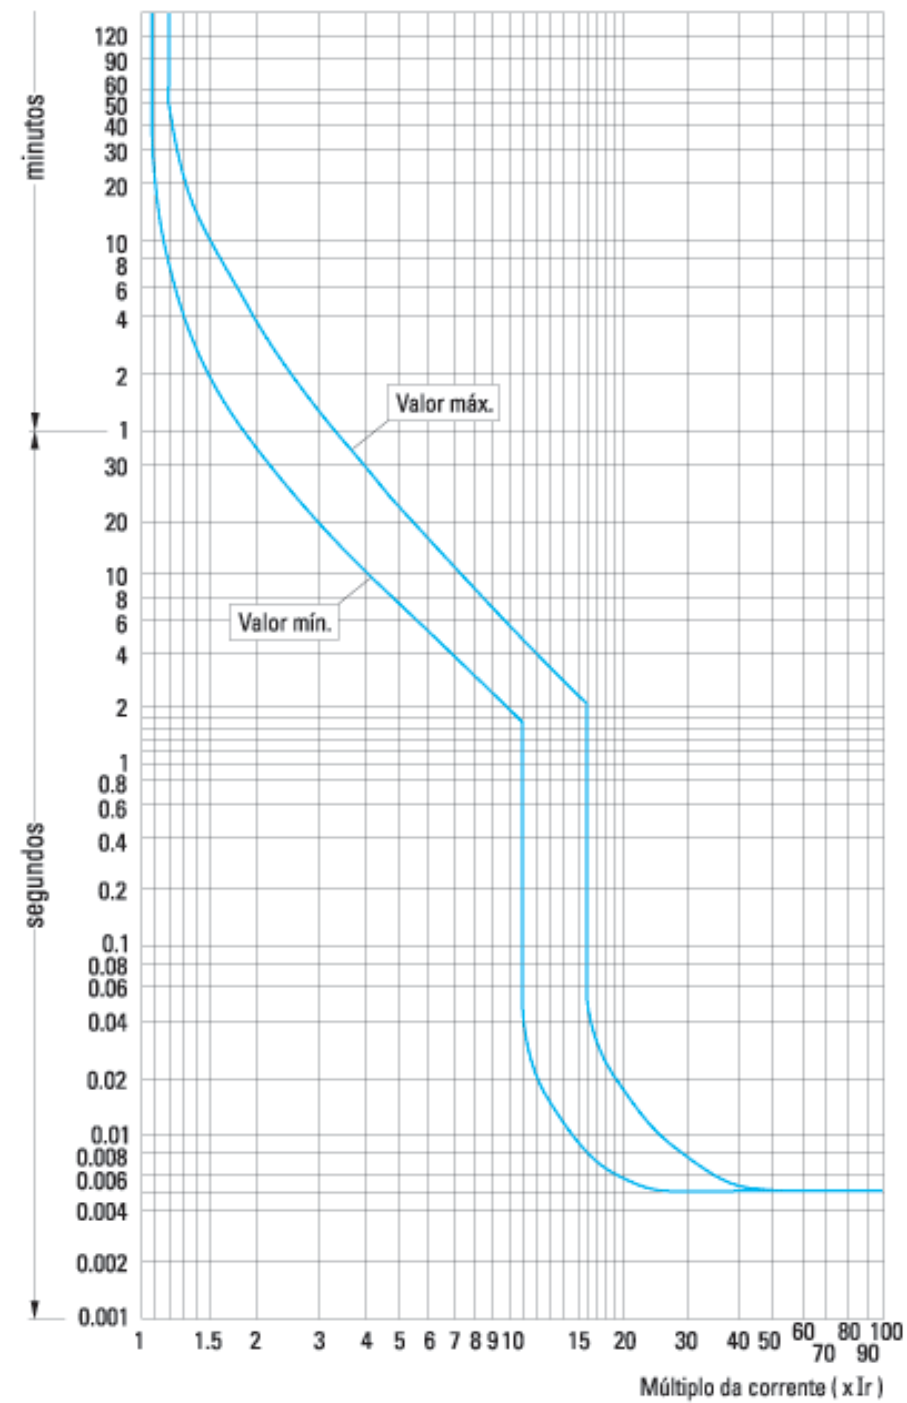

Figura 8.7: Exemplo de curva de disparo do relé.
- Corrente nominal (A)
- Corrente de partida (A)
- Corrente com o rotor bloqueado (A)
- (b) Ajustar o relé representado pela Figura 8.7 para o disjuntor não desarmar na partida do motor (2 s) e atuar no caso de rotor preso (tempo máximo admissível 10 s).